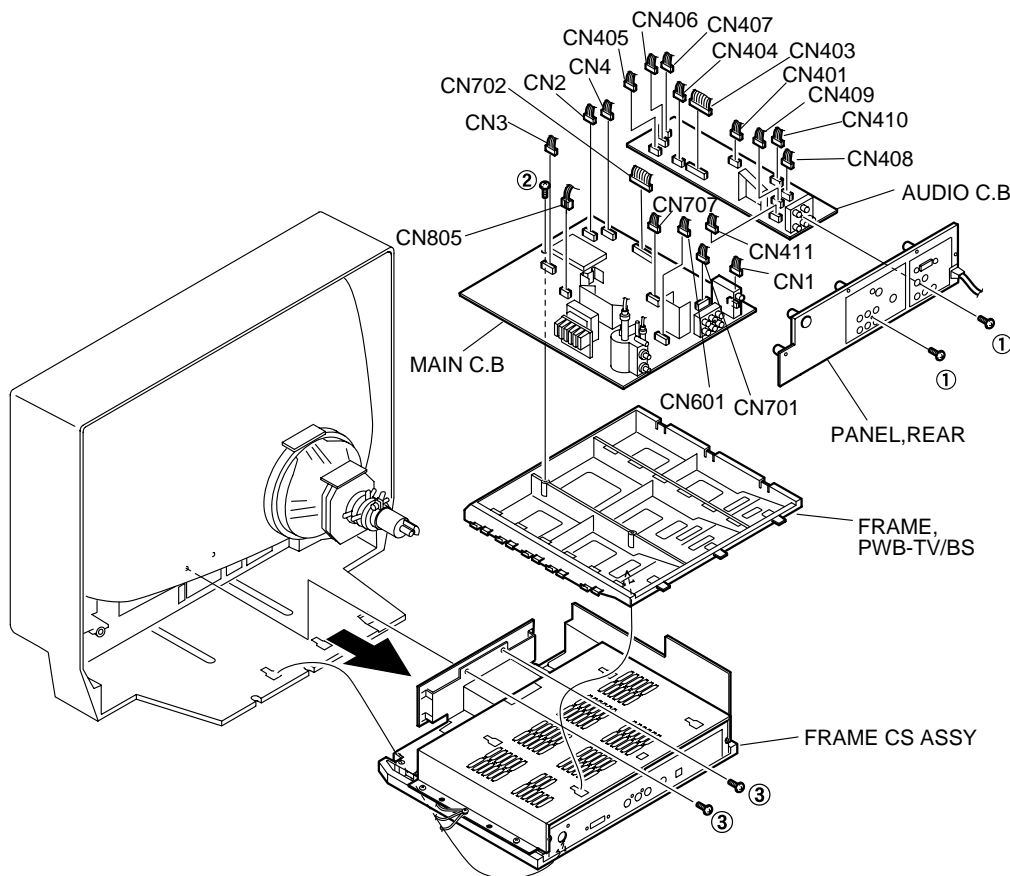

Fig. 5-1
5. MAIN C. B とAUDIO C. Bの外し方 (Fig.5-1参照)